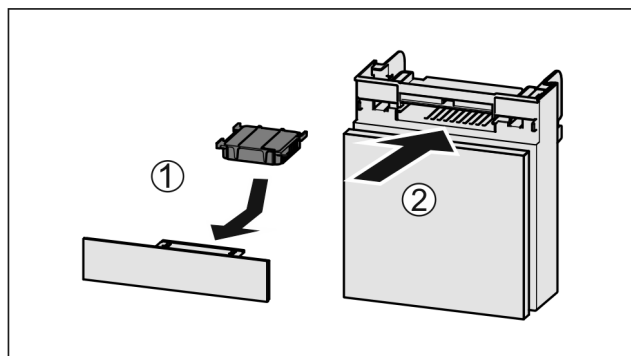

Fig. 146
- Filtr s aktivním uhlím vložte podle vyobrazení Fig. 146 (1).
- Zásuvku zasuněte Fig. 146 (2).